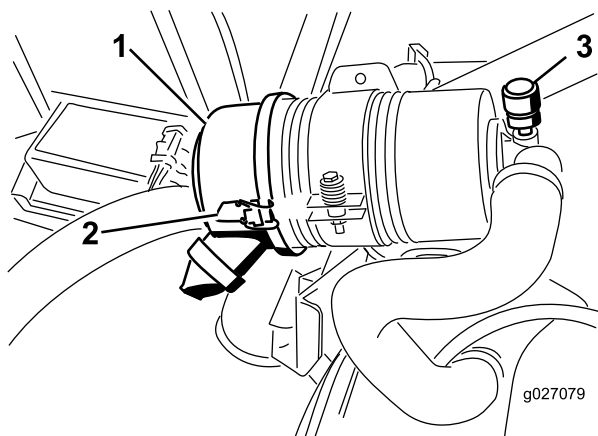

Figura 53
Faça a manutenção ao filtro de ar apenas quando o indicador de manutenção (Figura 53) o exigir. Mudar o filtro de ar antes de ser necessário apenas aumenta a possibilidade de entrar sujeidade no motor quando retira o filtro.
1. Liberte os trincos que fixam a cobertura do filtro de ar ao respetivo corpo (Figura 53).